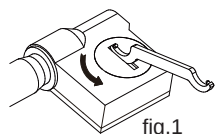

fig.1
- Ruotare il coperchio della batteria in senso antiorario con la chiave (fig. 1), quindi rimuoverlo.